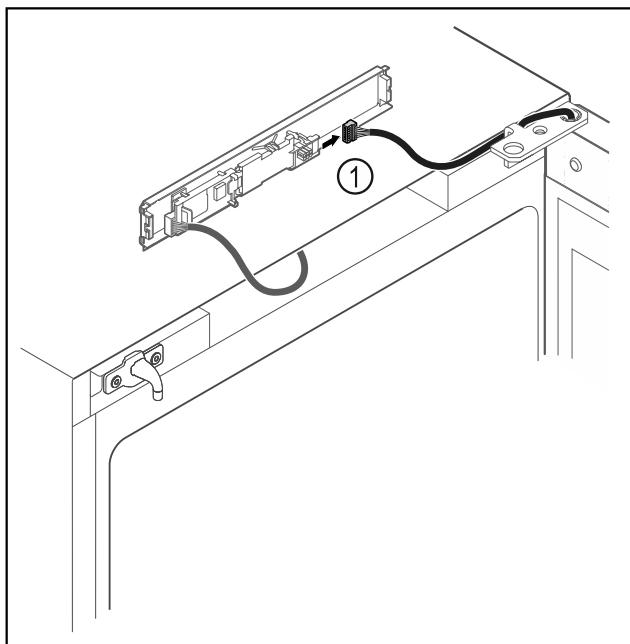

Fig. 13
- Odvojite utikač *Fig. 13 (1)* od tiskane pločice.